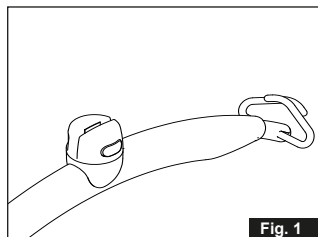

Fig. 1
**Vær oppmerksom når du plasserer seilstroppene på løftebøylen. Kontroller at seilstroppene er plassert korrekt i krokene på løftebøylen. Når det trykkes på 'pil opp'-knappen på håndbetjeningen kontrolleres igjen at seilstroppene blir værende i den korrekte posisjonen i løftebøylekroken (fig. 1).**
1. Før det påbegynnes et løft der det må foretas en overføring via en svingadapter, må adapteren (fig. 1) monteres på løftebøylen (fig. 2 til 5).